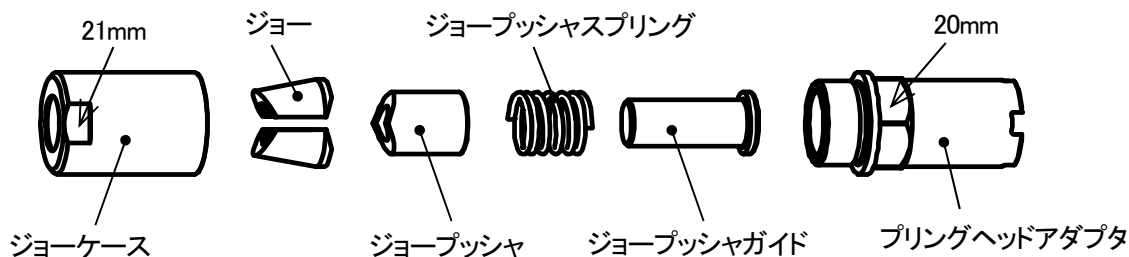

図 7-3
- ④21mm スパナと 20mm スパナを使用して(又はバイス等にプリングヘッドアダプタを固定して)、ジョーケースを左に回してそれぞれを取り外してください。このとき外れてくる部品を図 7-3 に示します。